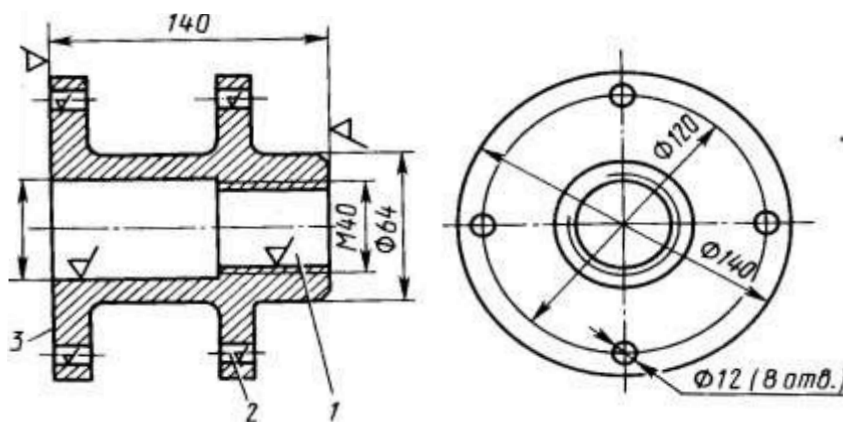

Рис. 9
2. По эскизу детали (рис. 9) разработайте эскизы: элементов литейной формы, модели стержневого ящика, собранной литейной формы (в разрезе).